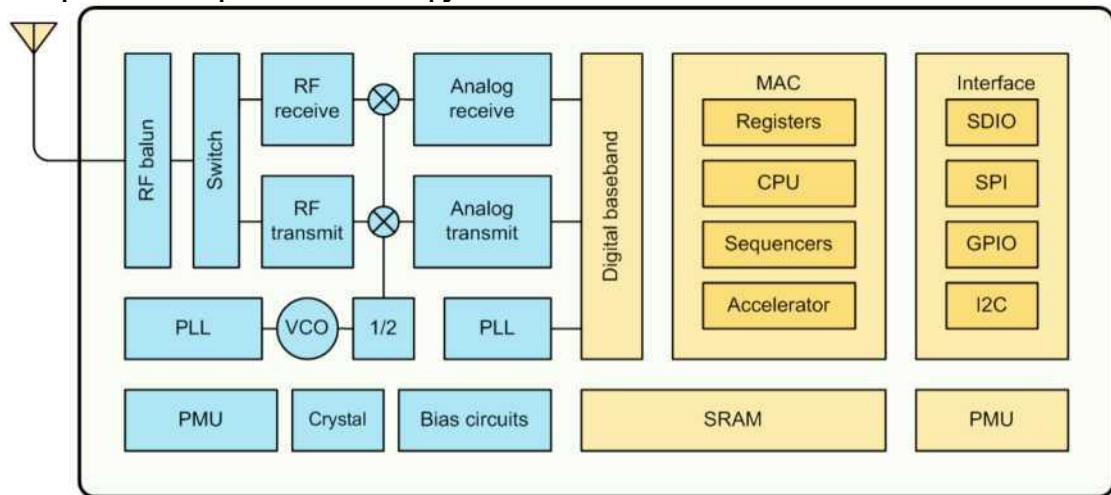

Рисунок 2.1 - Функціональна схема ESP8266EX
- На рис. 2.1 Представлена функціональна схема ESP8266EX.